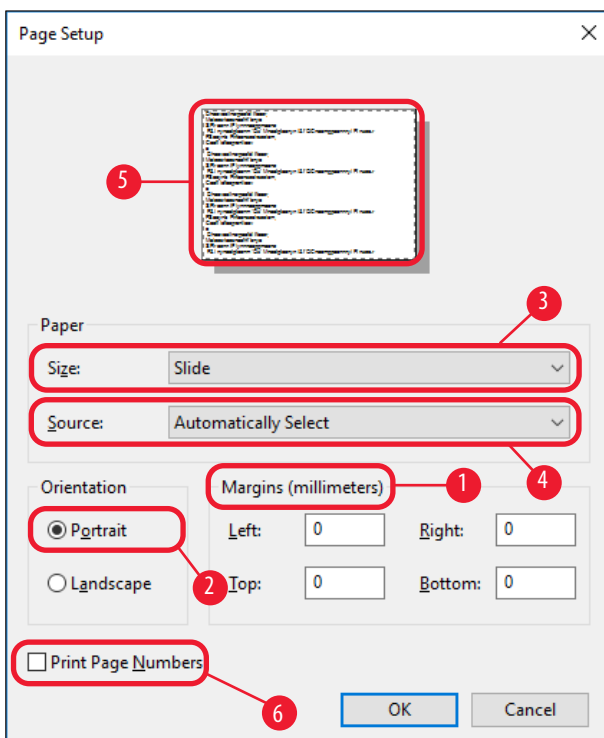

Рис. 42
3. Прежде всего задайте настройки страницы: нажмите **File > Page Setup** (Файл > Настройка страницы) для открытия диалогового окна **Page Setup** (Настройка страницы) (→ "Рис. 42").